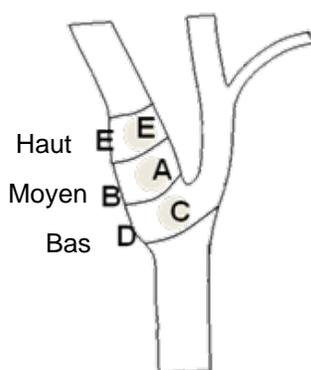

Figure 14 : stratégie de cartographie systématique pour différents emplacements sur le sinus carotidien exposé.
- 15) Cartographiez systématiquement le sinus carotidien pour la réponse en pression artérielle en utilisant la sonde et l'outil pour l'implantation (voir un exemple de stratégie à la Figure 14), en cartographiant les zones du sinus carotidien dans l'ordre suivant (pour les sites, voir la figure).
- A. Commencez sur l'aspect antérieur de l'artère carotide interne exposée adjacente à la bifurcation (voir section A, Figure 14)
- B. Allez à la base de l'artère carotide interne sur la paroi libre (à l'opposé de l'artère carotide externe) (voir section B, Figure 14)
- C. Allez à l'artère carotide commune, juste en dessous de la bifurcation (voir section C, Figure 14)
- D. Plus profondément autour de l'artère carotide commune à partir de C, en descendant de B, à la diagonale de A (voir section D, Figure 14)
- E. Exposez plus au-dessus de la bifurcation (vers la tête) et si aucun emplacement optimal n'est identifié, considérez des positions sur le côté postérieur du sinus carotidien (voir section E, Figure 14).